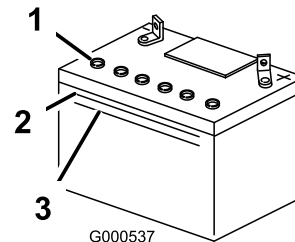

Figure 34
Le niveau d'électrolyte ne doit pas descendre au-dessous du trait inférieur (Figure 34).
- Enlevez les bouchons d'aération de la batterie (Figure 34).
- Versez de l'eau distillée avec précaution dans chaque élément jusqu'au trait supérieur (Figure 34) sur le côté de la batterie.
- Au besoin, ajoutez de l'eau distillée pour amener le niveau jusqu'au trait supérieur sur le côté de la batterie (Figure 34).
- Observez le côté de la batterie. Le niveau d'électrolyte doit atteindre le trait supérieur (Figure 34).